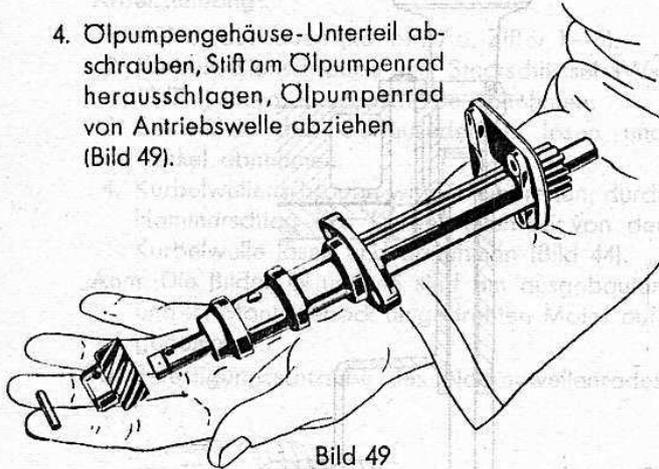

Bild 49
4. Ölpumpengehäuse-Unterteil abschrauben, Stift am Ölpumpenrad herausschlagen, Ölpumpenrad von Antriebswelle abziehen (Bild 49).